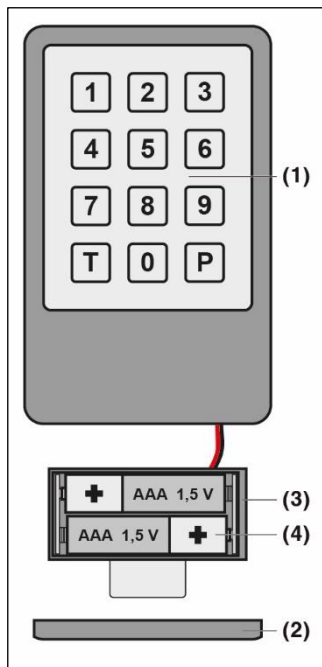
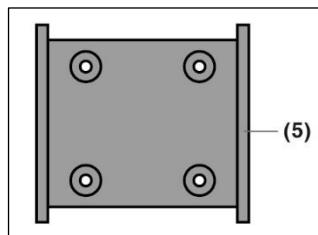

Fig. 1
Fig. 2
3 Descrizione del dispositivo (fig. 1 e fig. 2)
4.1 Montaggio della tastiera di comando via radio codificata (fig. 1 e 2)